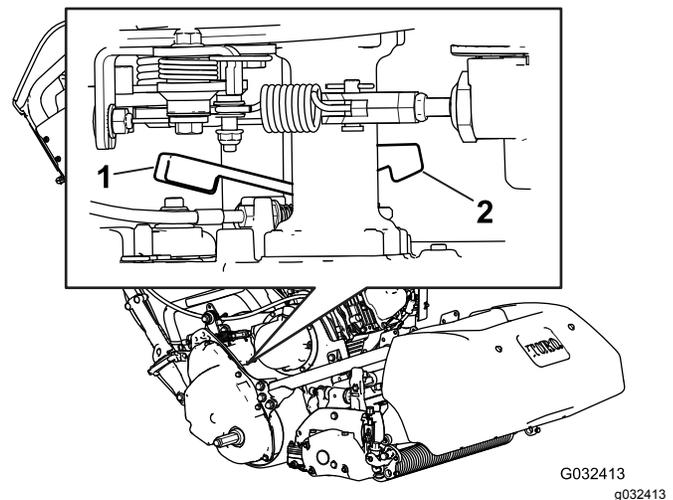

Figura 30
1. Nell'angolo posteriore destro della macchina, individuate la leva di innesto/disinnesto della trazione accanto al tamburo dell'alloggiamento della trazione (Figura 30).